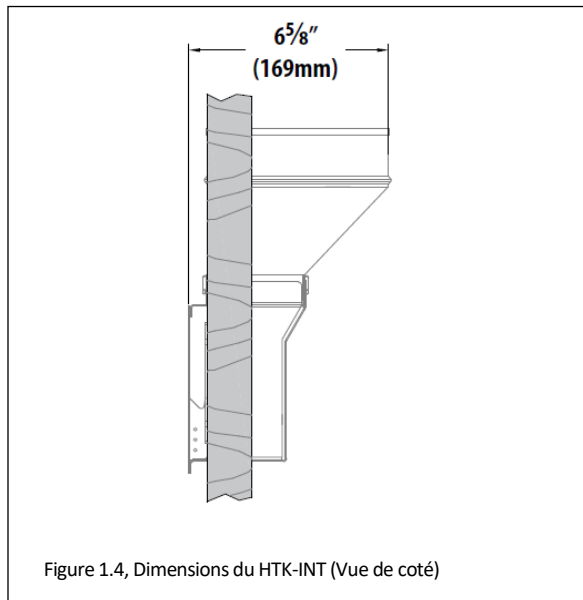

Figure 1.4, Dimensions du HTK-INT (Vue de côté)
- La **Figure 1.4** montre la profondeur du raccord de conduit (fourni).